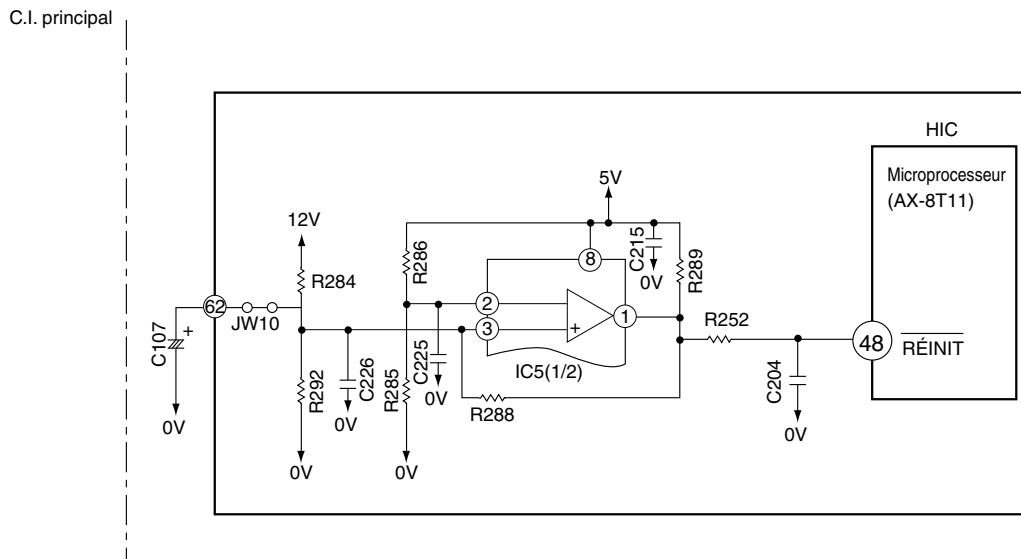

Fig. 9-1
- La basse tension sur broche ④⑧ réinitialise le microprocesseur et la tension élevée active le microprocesseur.
- La Fig. 9-1 représente le circuit de réinitialisation et la Fig. 9-2 représente la forme d'onde à chaque point, lorsque l'unité est mise sous tension et hors tension.
- Lorsque l'unité est mise sous tension, les tensions des lignes 12V et 5V augmentent et la tension de la ligne 12V atteint 10,9V, et la tension de réinitialisation envoyée sur la broche ④⑧ du microprocesseur est réglée sur élevé.